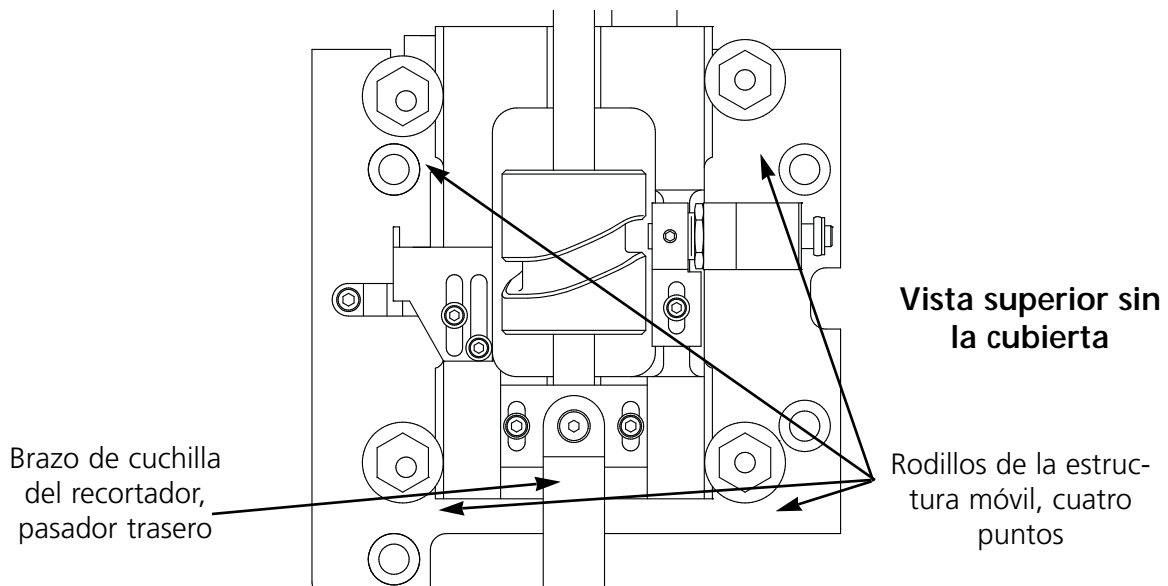

Figura 4-12
3. Aplique una gota de aceite para máquinas de coser en estos puntos (ilustrados en la figura 4-12):